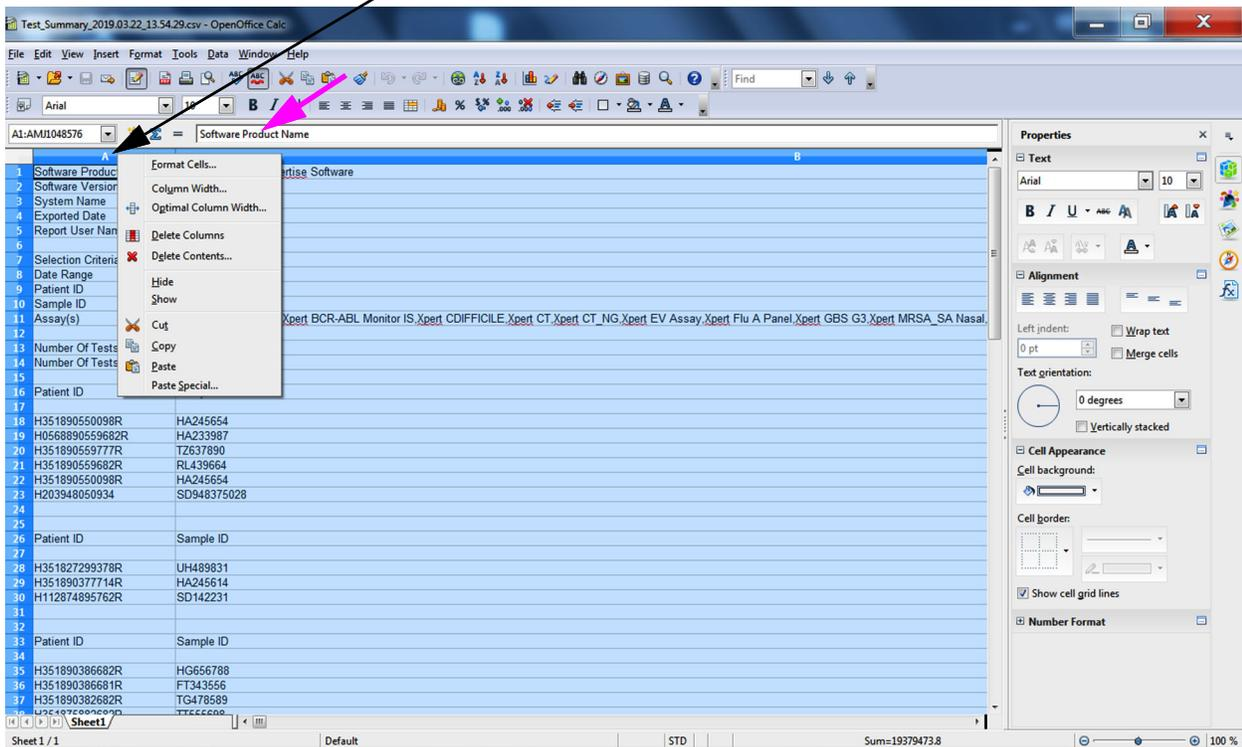

图 C-7. 从下拉菜单选择列宽 (Column Width)
10. 右击 **A** 列的蓝色区域。该列的右上角将出现一个下拉菜单（参见图 C-7）。